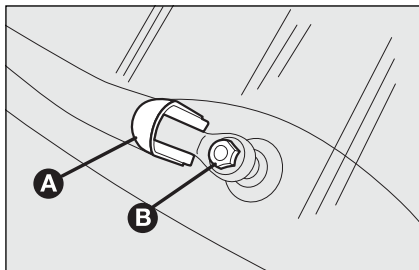

fig. 13
- kantel het dopje **A-fig. 13** omhoog, draai de moer **B** los, waarmee de wisserarm aan de as is bevestigd, en neem de arm van de as;